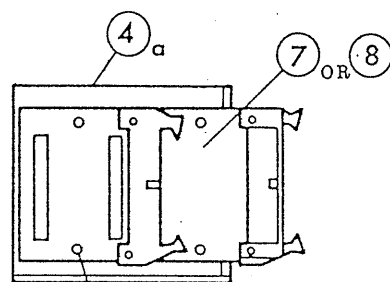

図 4
- (1) I/F ブラケット④にコネクタボード A ⑦または B ⑧を固定します。(図4)